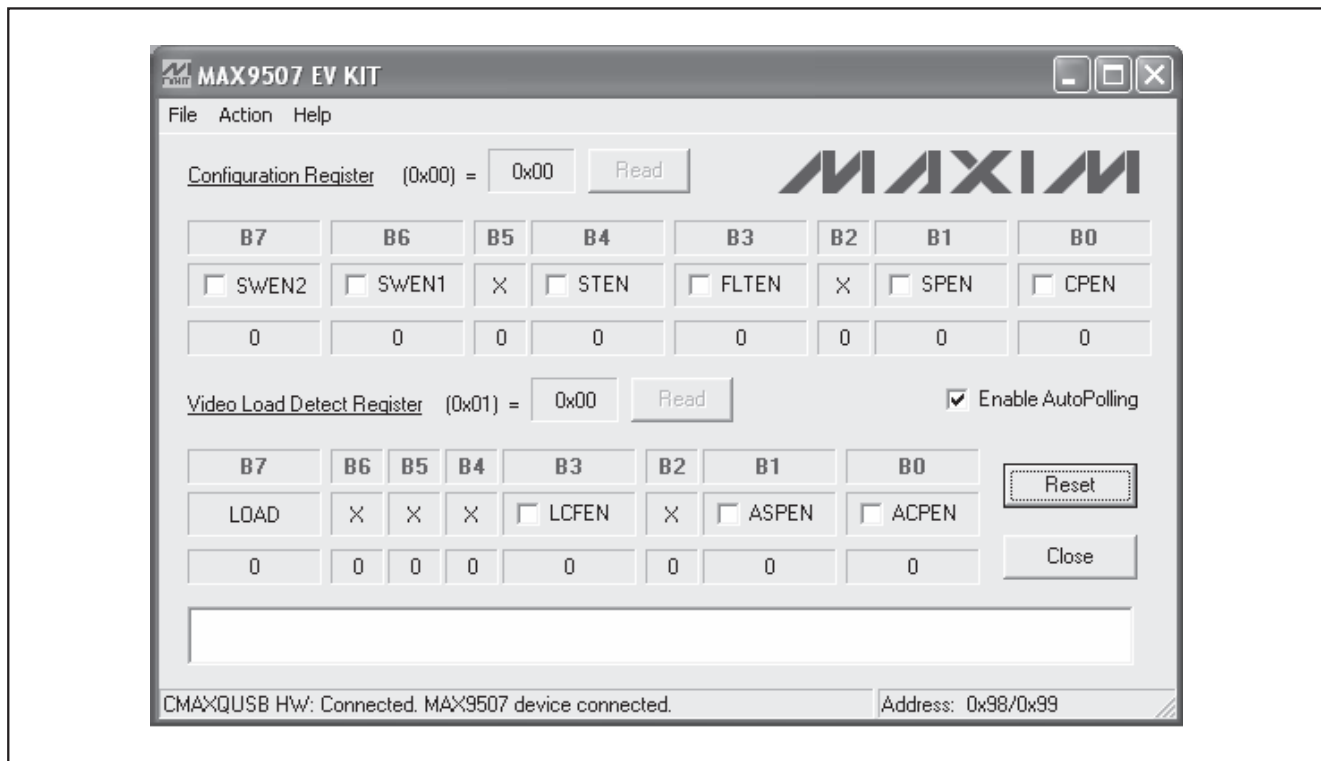

図1. MAX9507のEVキットソフトウェアのメインウィンドウ
- デバイスが正常動作していることは、図1にあるようにMAX9507のEVキットウィンドウの左下側に、**CMAXQUSB HW: Connected. MAX9507 device connected** (CMAXQUSB HW: 接続されました。MAX9507デバイスが接続されました)が表示されたときに確認されます。
プログラムのメインウィンドウ(図1)では、MAX9507の各種機能を制御するチェックボックスをトグルするためにマウスを使用します。MAX9507のEVキットソフトウェアによって、ソフトウェア設定可能な各機能の制御が可能になります。これらの機能は、スイッチ、シンクチップクランプ、フィルタ、信号経路、チャージポンプ、負荷変化フラグイネーブル、自動信号経路イネーブル、および自動チャージポンプイネーブルです。制御を変更すると、MAX9507の設定レジスタとビデオ負荷検出レジスタを更新する書込み動作が発生します。8ビットコマンドレジスタへのすべての変更は、画面の**B7~B0**ラベルの下に反映されます。レジスタの内容も読み取られ、16進形式で表示されます。
MAX9507との通信には、2つの方法があります。1つは、通常のユーザインタフェースパネル(図1)を使用する方法で、もう1つは、**Action** (アクション)プルダウンメニューから**Interface Diagnostic Window** (インタフェース診断ウィンドウ)項目を選択することによって利用可能なSMBusコマンドを使用する方法です。**Maxim Command Module Interface** (マキシムコマンドモジュールインタフェース)ウィンドウがポップアップし、**2-wire interface** (2線式インタフェース)タブが表示され、ここで、**SMBusSendByte()**および**SMBusQuick()**コマンドを実行することができます。